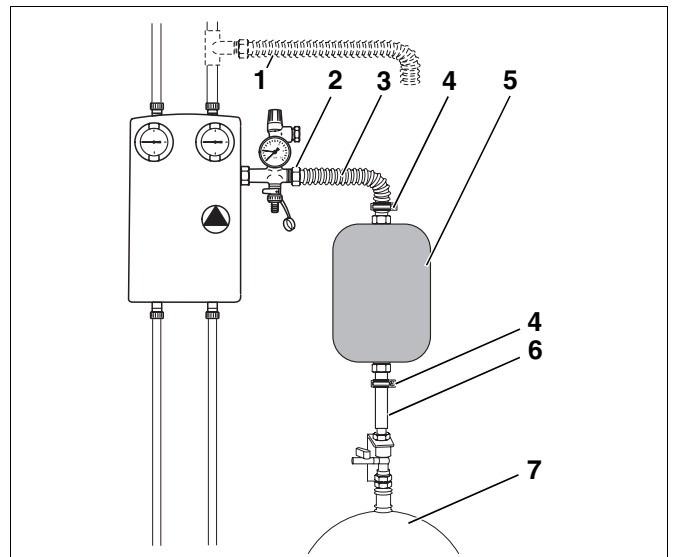
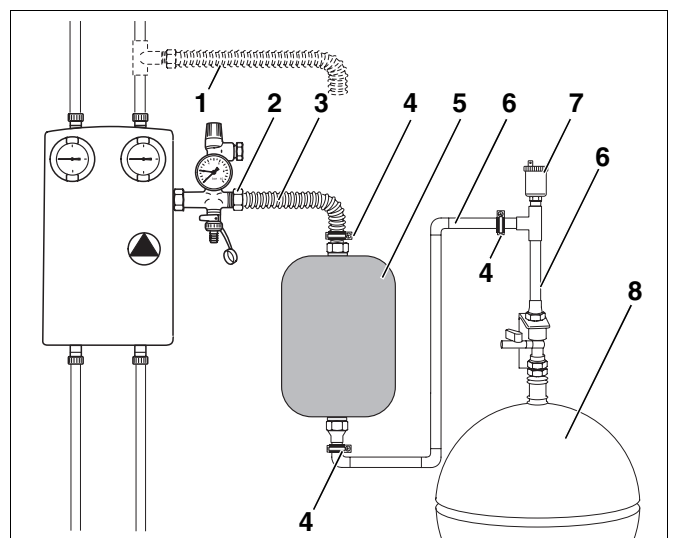

Fig. 1 Montaje del recipiente anterior
Fig. 2 Montaje del recipiente anterior con purgador adicional
El vaso de expansión (MAG) debería montarse debajo del recipiente anterior (fig. 1). Si esto no fuera posible y si fuera necesario montar la tubería con pendiente hacia el vaso MAG, deberá instalarse un purgador adicional (fig. 2, **pos. 7**).
- En el caso de colectores de tubos de vacío, el recipiente anterior y el vaso de expansión deben instalarse encima de la estación solar (fig. 1, **pos. 1**) (véase juego de reajuste como accesorio).
- Conecte el recipiente anterior (fig. 1, **pos. 5**) en el retorno del grupo de seguridad de la estación solar. Utilice para ello, p. ej., el tubo flexible ondulado de acero inoxidable (fig. 1, **pos. 3**) incluido en el juego de conexión de expansión (AAS-Solar; accesorio).
- Fije las tuberías que vienen del recipiente anterior y las tuberías que van a este recipiente (fig. 1, **pos. 5**) con abrazaderas comunes para tubos (fig. 1, **pos. 4**). El recipiente anterior (fig. 1, **pos. 5**) debe montarse en posición vertical.
- Conecte el vaso MAG (fig. 1, **pos. 7**) a través de un tubo de cobre (fig. 1, **pos. 6**) al recipiente anterior (fig. 1, **pos. 5**).